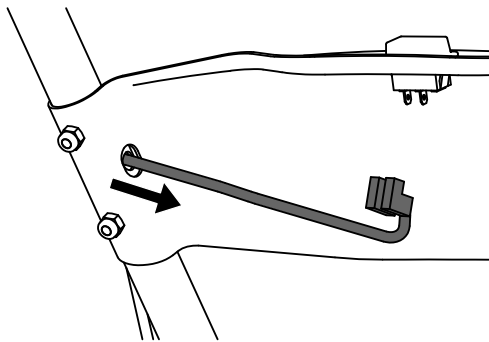

Figura 11
- Perno—M8 x 40 mm (2)
- Tuerca —M8 (2)
2. Instale el panel de instrumentos central. Enrute el cable del interruptor del motor a través del orificio del lado izquierdo del panel, como se muestra en la Figura 11.